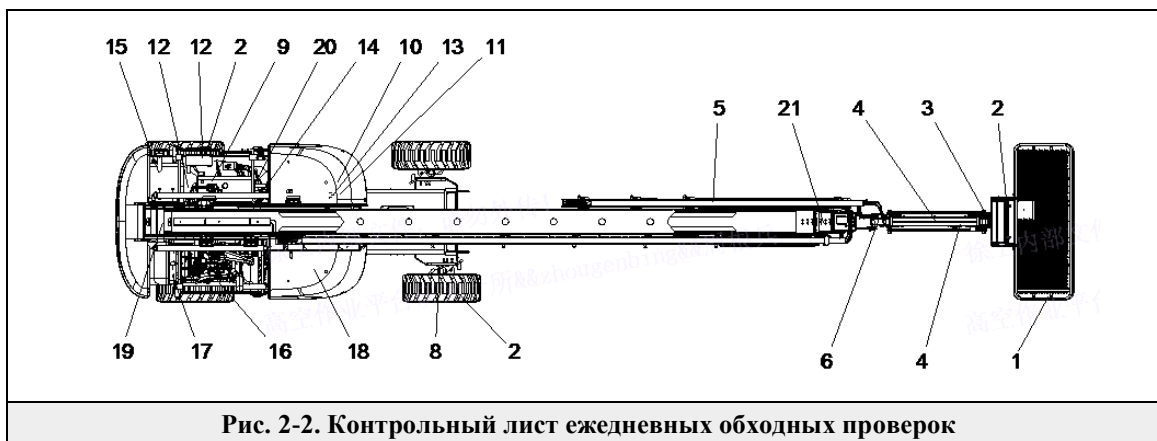

Рис. 2-2. Контрольный лист ежедневных обходных проверок
5. **Обходная проверка** - см. рис. 2-2.